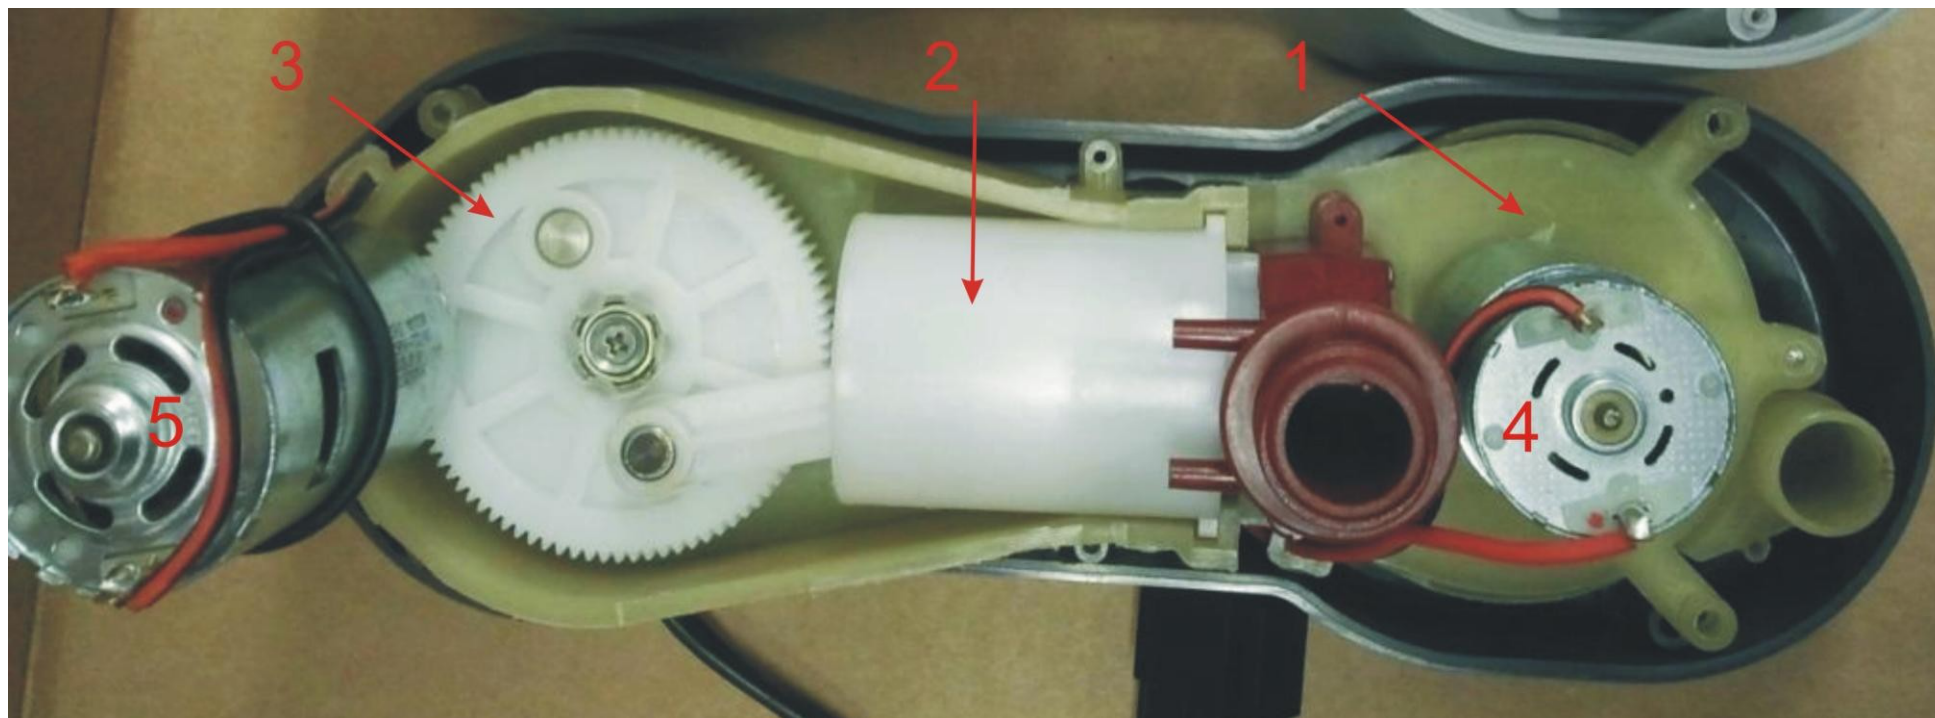

Рис.4
3. Производим внутренний осмотр компонентов насоса (Рис.4). Мы видим первую ступень (поз.1) с ее мотором (поз. 4). И части второй ступени: Цилиндр с поршнем (поз. 2), шестерню привода с шатуном (поз.3), мотор (поз. 5).